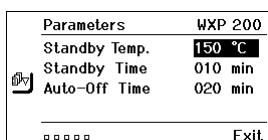

Fig. 13
- Confirmar el punto seleccionado pulsando la tecla Enter (6). La pantalla pasará al Modo de Selección/Entrada (véase la Fig. 13).
- Realizar el ajuste con el selector giratorio (5).
- Confirmar el ajuste pulsando la tecla (6). El ajuste queda memorizado y la pantalla muestra el menú de parámetros.
- Seleccionar un nuevo punto de menú mediante el selector giratorio (5) y ajustar el valor deseado (véase el apartado 3.-5.) – O – salir del menú de parámetros pulsando la tecla (4).